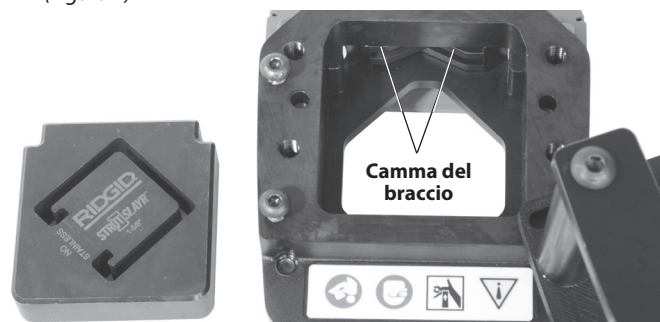

Figura 4 – Lubrificazione della testa di taglio per canaline portacavi
3. Applicare uno strato sottile di grasso universale su ogni lato dello stampo mobile. Applicare del grasso sulle camme del braccio. (Figura 4)